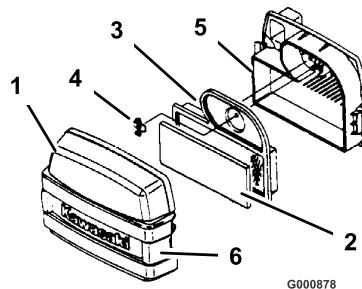

Figura 31
4. Pulite intorno al filtro dell'aria per evitare che la morchia possa penetrare nel motore provocando gravi danni. Sbloccate i due dispositivi di chiusura laterali e togliete il coperchio del filtro dell'aria (Figura 31).
5. Togliete con cautela l'elemento in schiuma sintetica dall'elemento di carta (Figura 31).
6. Svitate il dado ad alette e togliete l'elemento di carta (Figura 31).
- Infilate con cautela l'elemento in schiuma sintetica sull'elemento di carta (Figura 31).
- Collocate il gruppo filtro dell'aria sull'apposita base e avvitate il dado ad alette (Figura 31).
- Montate il coperchio del filtro dell'aria ed i dispositivi di fermo (Figura 31).